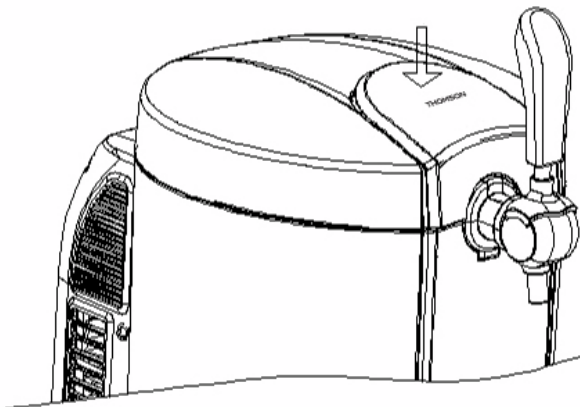

Figure 11
1. Ouvrez le couvercle supérieur en appuyant sur le verrou (figure 11).